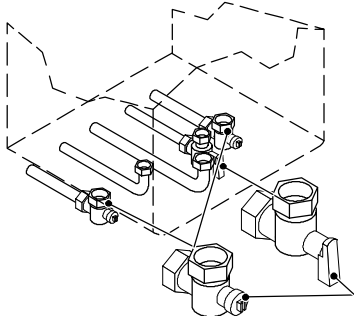

fig. 6.1
- 5 Abrir los grifos en fig. 6.1